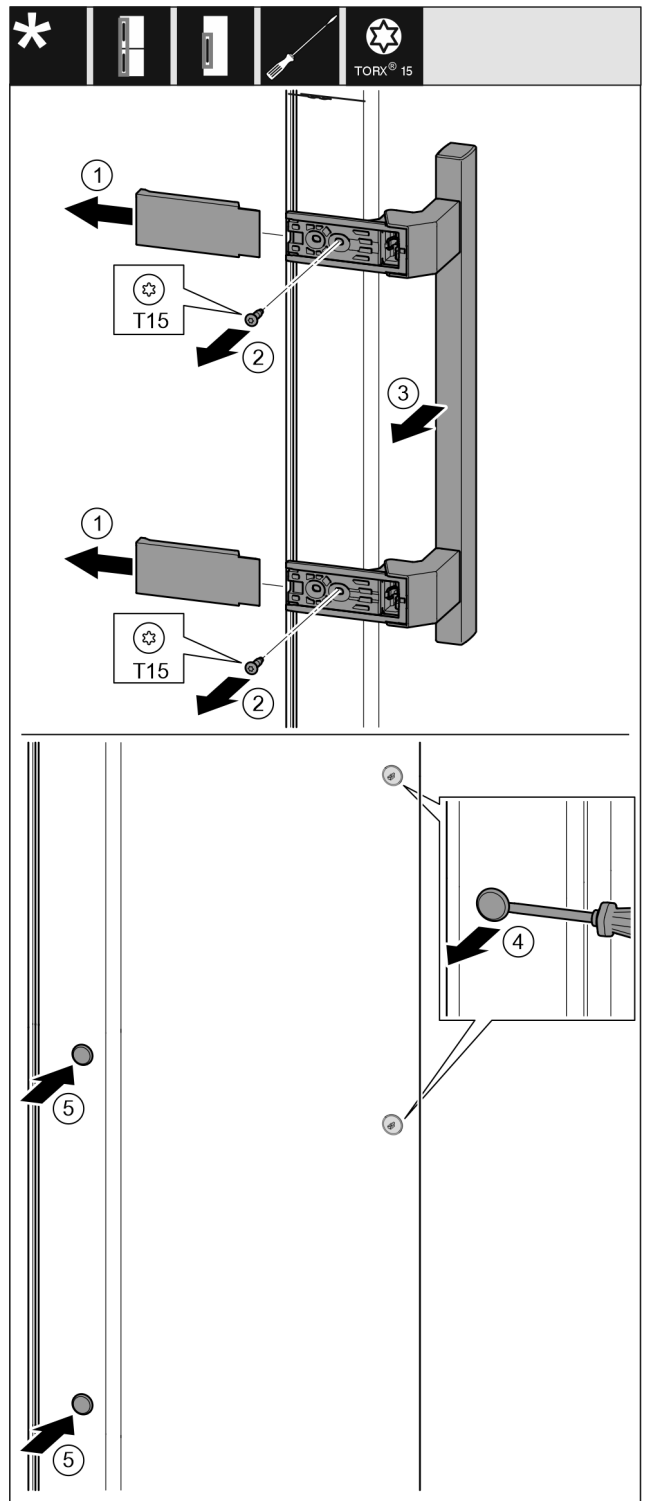

Fig. 39
- Vedä suojus irti. *Fig. 39 (1)*
- Kierrä ruuvit irti T15-ruuvimeisselillä. *Fig. 39 (2)*
- Irrota kahva. *Fig. 39 (3)*
- Kohota sivussa olevia nastoja varovasti uraruuvimeisselillä ja vedä ne ulos. *Fig. 39 (4)*
- Aseta nastat paikoilleen toiselle puolelle. *Fig. 39 (5)*